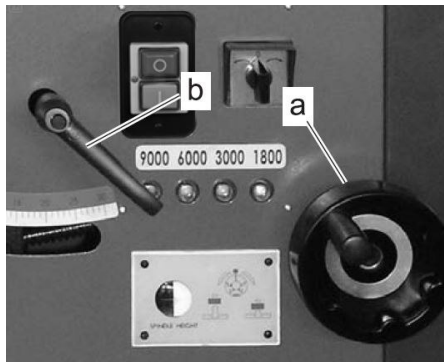

Abb. 30: Neigungswinkels der Spindel einstellen
Schritt 2: Den Klemmhebel (b) (Abb. 30) lösen.
Schritt 4: Mit dem Handrad (a) (Abb. 30) den Neigungswinkel der Spindel einstellen.